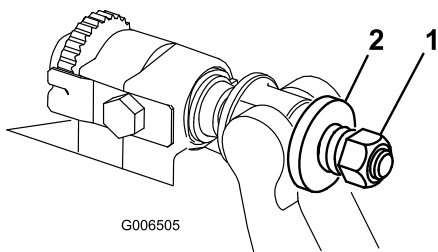

Figura 32
5. Aperte a porca da mola tensora até que a mola fique recolhida; em seguida, desaperte meia volta (Figura 32).